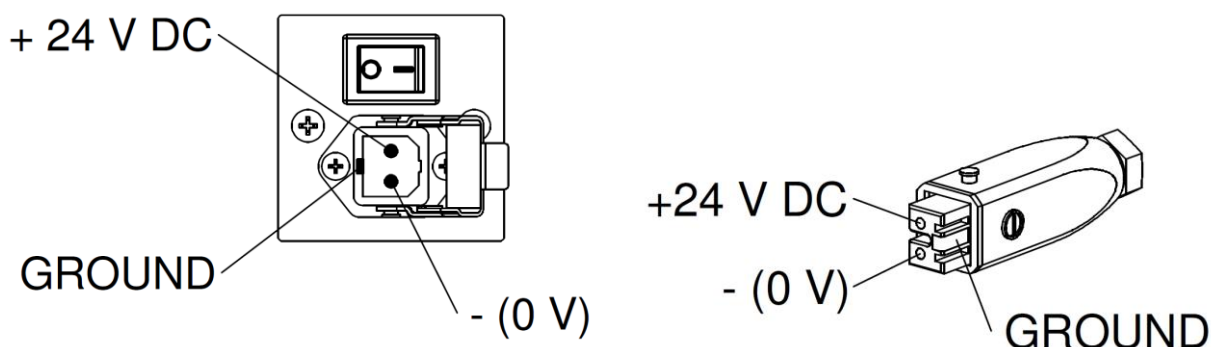

Abbildung 5, 24-Volt-Eingang Manager IQ Easy
- Schließen Sie den 24-Volt-DC-Stromversorgungsstecker wie in Abbildung 5 an.